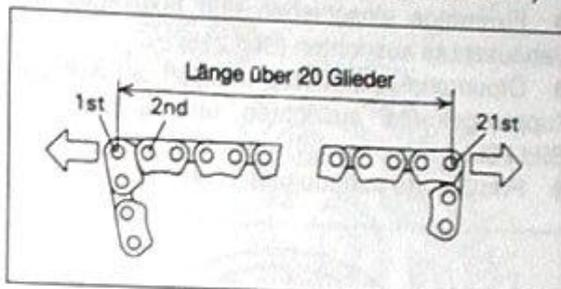

Bild 211
- $\sqrt{\quad}$ Länge der Primärkette über 21 Stifte messen (Bild 211), Verschleissgrenze 193,4 mm.